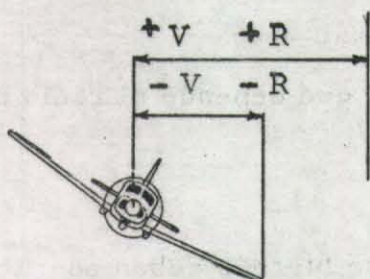

Figura No. 109
A mayor velocidad del avión, para un mismo ángulo de banqueo, el radio del viraje (R) deberá de ser mayor. Figura No. 109